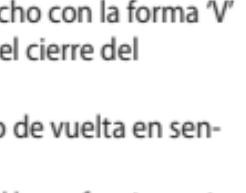

Fig. 4
- f) Si fuera necesario, colocar a la cánula de mezcla una punta intraoral (fig. 4). Se pueden extraer cantidades mayores si la cánula intraoral se corta aproximadamente 1 mm.